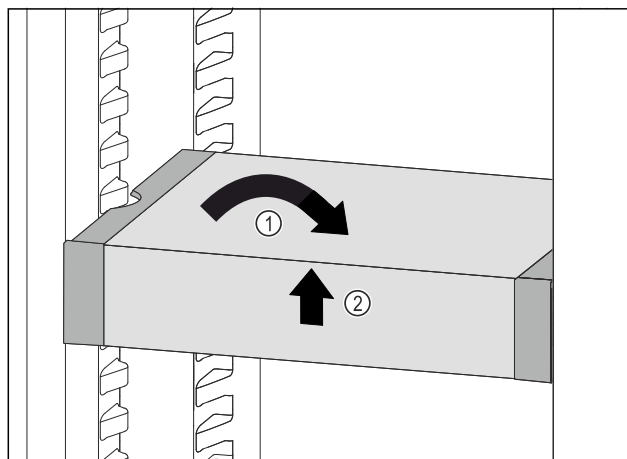

Fig. 48
- Plasser VarioSafe rett. Fig. 48 (1)
- Løft VarioSafe opp i forkant. Fig. 48 (2)